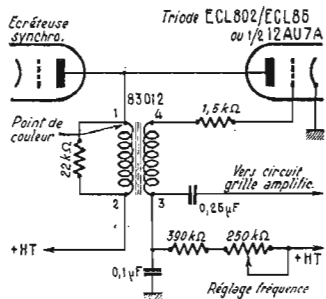

Fig. 1. — Schéma d'un blocking « image » avec transformateur universel Orega-CiTe 83012.
élément triode d'un tube ECL82, ECL85 ou ECL802, cas du balayage vertical. Nous en rappellerons brièvement le principe en nous aidant de la figure 1.
- Dimensions hors tout conformes à la figure 1 en A.